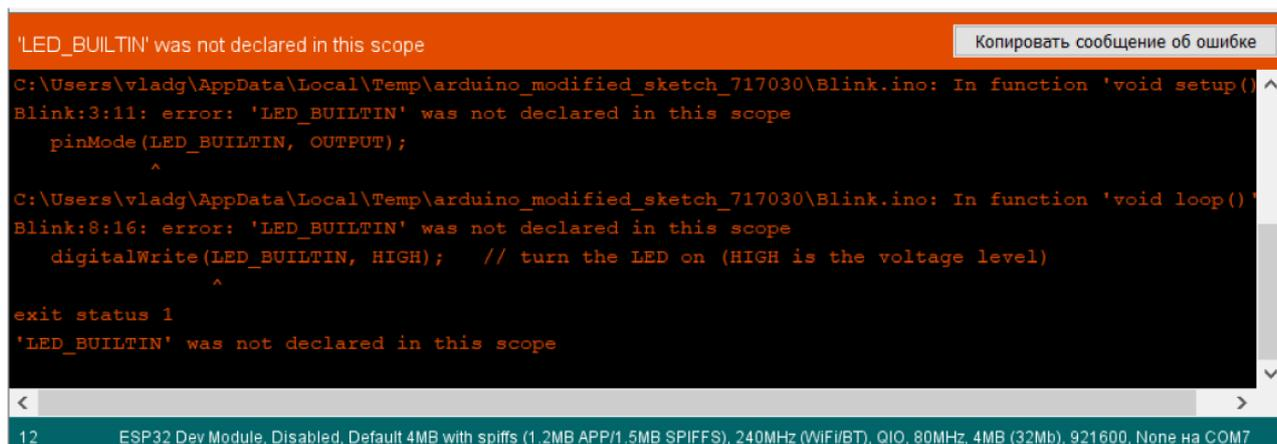

Рисунок 2.5 – Ошибка при компиляции скетча
10. Консоль программы – в ней указана информация, которую выводит программа для того, чтобы дать больше информации о выполняемом процессе. Также в консоли отображаются ошибки (рисунок 2.5), которые появились при компиляции.